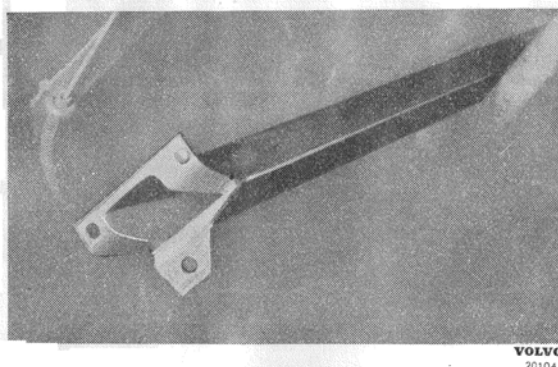

Bild 6.
6. Placera en domkraft under växellådan och tag bort fästplåten. På PV 445 borttages tvärbalken, se bild 6.